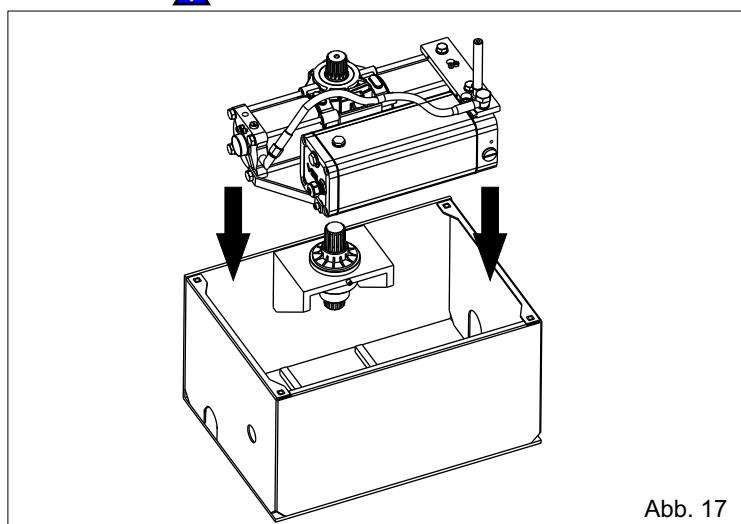
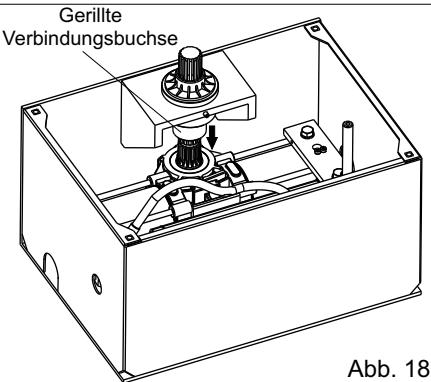

Abb. 17
Abb. 18
4.3. Den Antrieb manuell in das Gehäuse einsetzen (Abb. 17) und das Zahnrad des Antriebs mit Hilfe der gerillten Verbindungsstücke (Abb. 18) mit dem Zahnrad des Gehäuses verkuppeln.